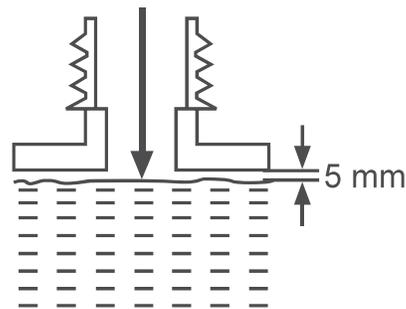

Fig. 15
12. Insira combustível-óleo misturado corretamente no depósito, utilizando um funil para combustível com um filtro, para evitar a entrada de detritos no depósito. Não encha demasiado. Deixe um mínimo de 5 mm de espaço entre a parte superior do combustível e o rebordo interior do depósito, para permitir a expansão (Fig. 15).